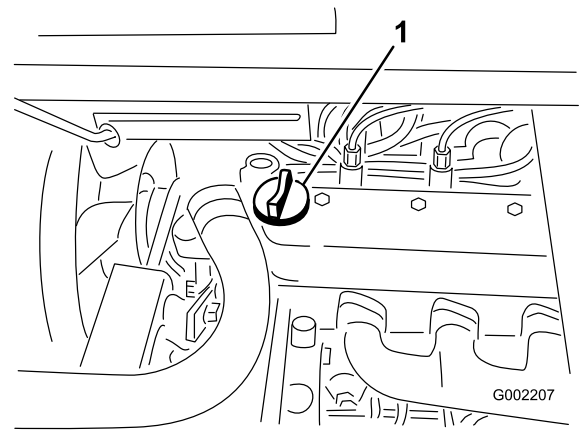

Figura 38
3. Si el nivel de aceite es bajo, retire el tapón de llenado de la cubierta de la válvula (Figura 38) y vierta aceite por el orificio hasta que el nivel llegue a la marca Lleno de la varilla; consulte el tipo y la viscosidad correctos en la sección Mantenimiento del aceite del motor. Añada el aceite lentamente y compruebe el nivel a menudo durante este proceso. No llene demasiado.